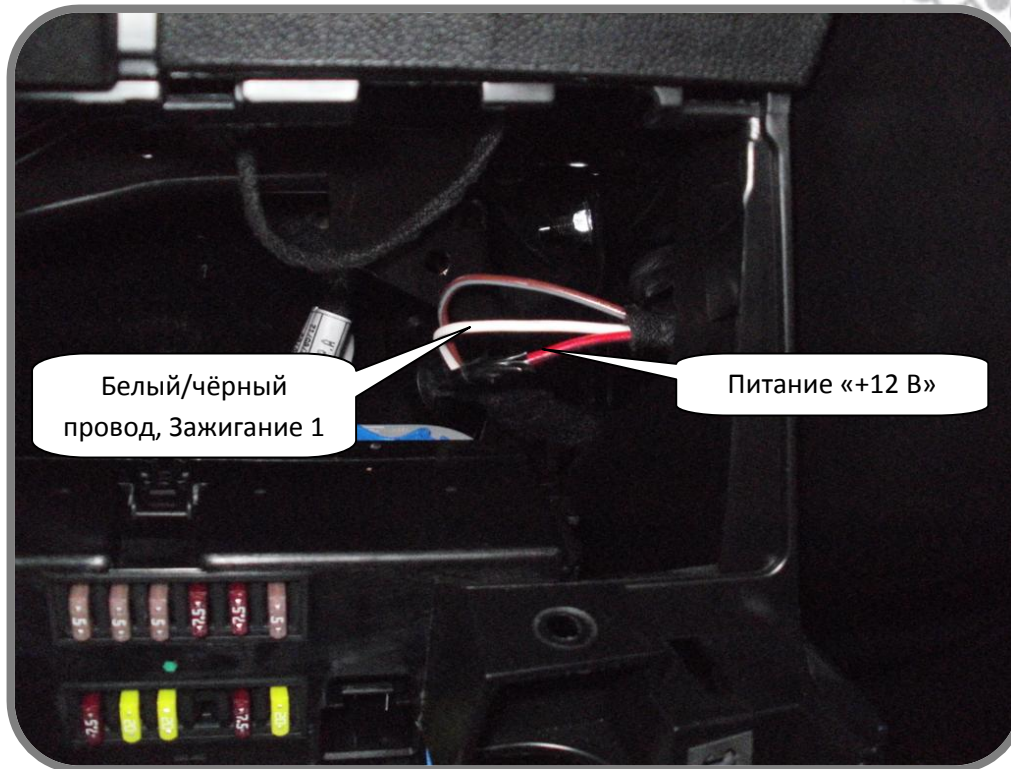
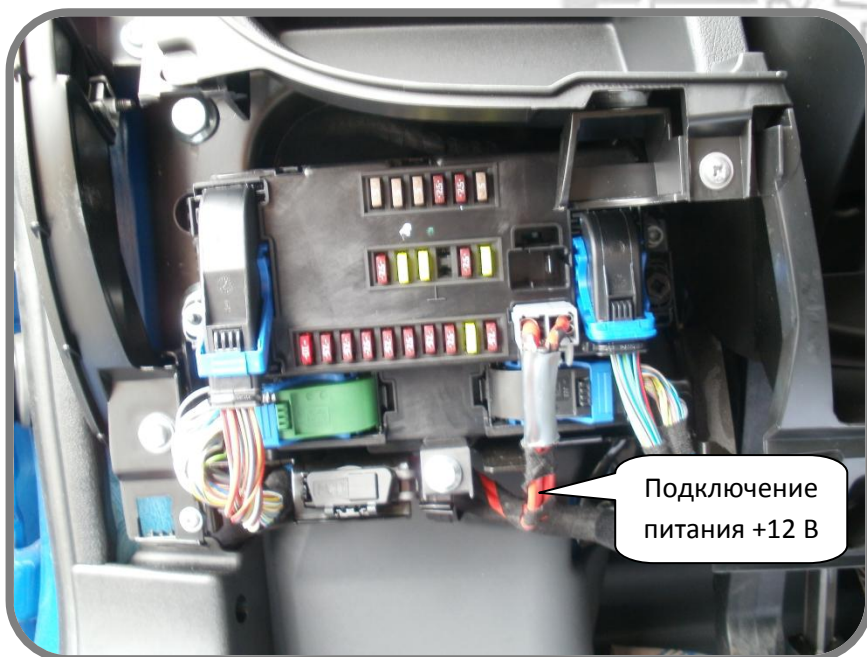

Рис. 6.1: Подключение датчика зажигания (EURO 5).
Рис. 12: Подключение питания (EURO 5).
- **автомобили EURO 5** - к белому/чёрному проводу от замка зажигания (зажигание 1) (см. рис. 6.1 и 6.2);
- **автомобили EURO 5** - с белый/чёрный провод от замка зажигания (см. рис. 6.1 и 6.2);
Питание +12 В можно взять с красного провода жгута замка зажигания (см. рис. 6.1 и 6.2) или с толстого провода 2-х контактного разъема модуля BSI (см. рис. 12). К одному из проводов подключаем красный провод разъема CN2 через комплектный предохранитель 5А системы Scher-Khan Logicar 3.